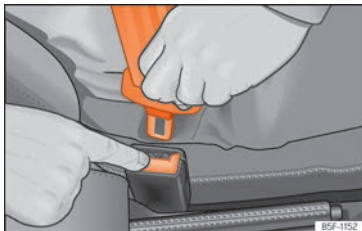

Fig. 11 Soltar la lengüeta del cierre del cinturón.
- Presione la tecla roja en el cierre » » » **fig. 11**. La lengüeta saltará del cierre.